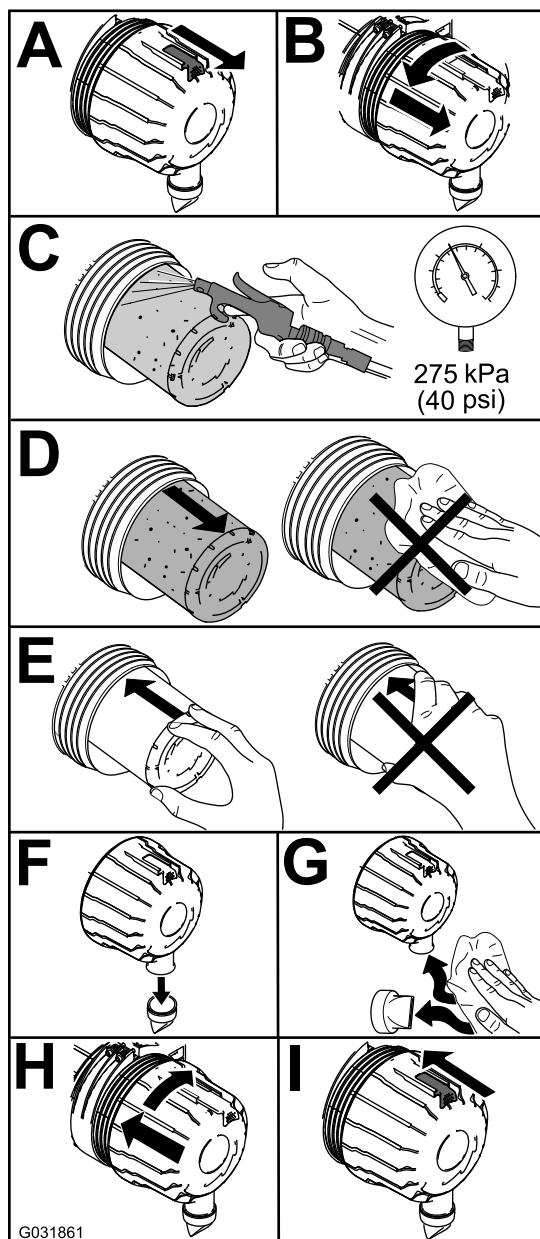

Figura 79
1. Cambie el limpiador de aire (Figura 79).